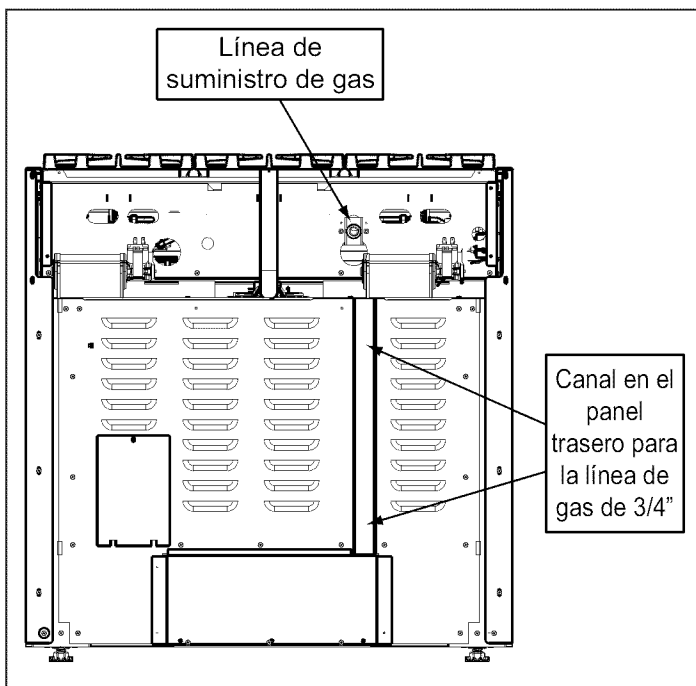

Figura 8: Ubicación de la línea de suministro de gas
- Utilice un conducto flexible de 3/4" entre el suministro de gas y la línea de suministro del aparato. La línea de suministro de gas está ubicada en la parte superior trasera de la estufa. La línea externa de suministro de gas del aparato tiene una rosca de tipo NPT 3/4" y la rosca interna es de tipo NPT 1/2" (vea la Figura 8). Tenga cuidado para no torcer el conducto flexible de 3/4" cuando lo dobla.